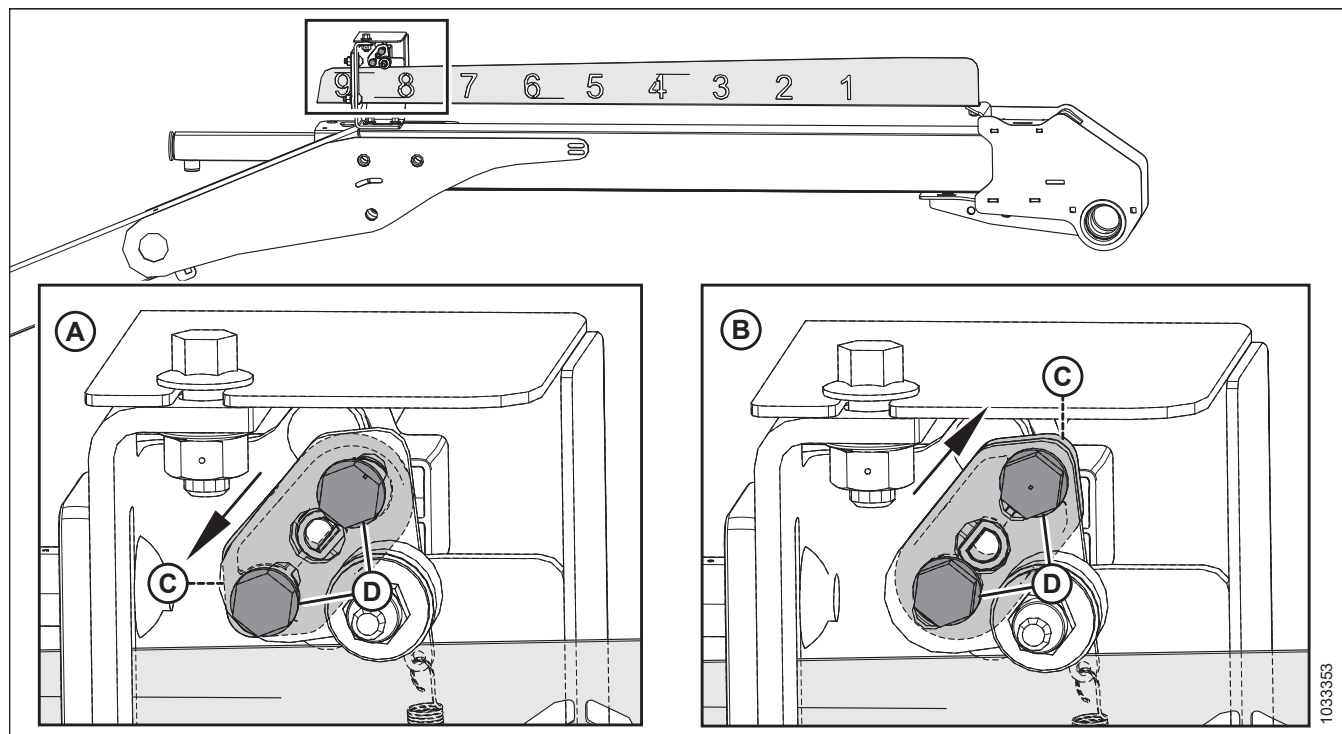

Figure 9.5: Configurations du bras de capteur
Notez l'orientation du bras du capteur (C) et du matériel (D). Assurez-vous que le bras du capteur est correctement configuré pour votre machine ; reportez-vous à la figure 9.5, page 440.